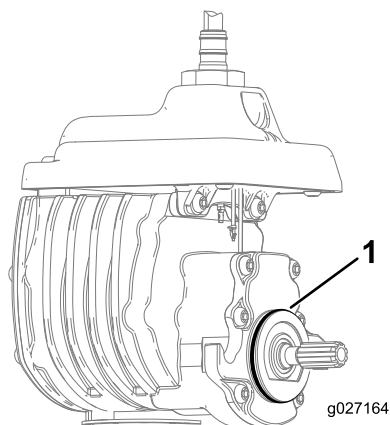

Figura 7
4. Montate l'o-ring sul motore dei cilindri (Figura 7).